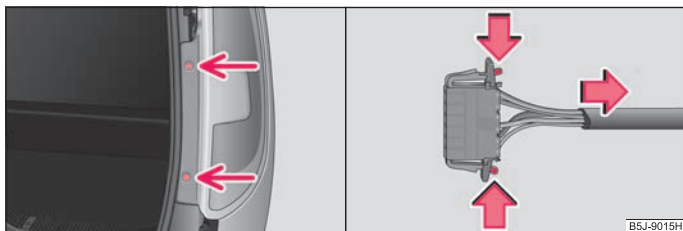

Fig. 170 Demontarea unității optice spate / Decuplarea contactului electric
- Deșurubați lampa ⇒ fig. 170.
- Deconectați fișa electrică ⇒ fig. 170 din dpreaăta. ■
- Înșurubați lampa ⇒ fig. 170.